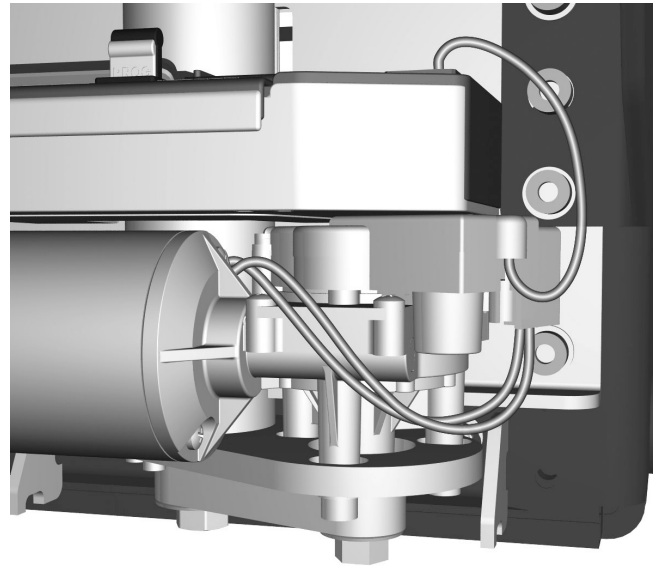

Abbildung 102. Motorkabel an ICS-Master Modul anschließen.
4. Motorkabel an ICS-Master Modul anschließen. Siehe Abbildung. 102